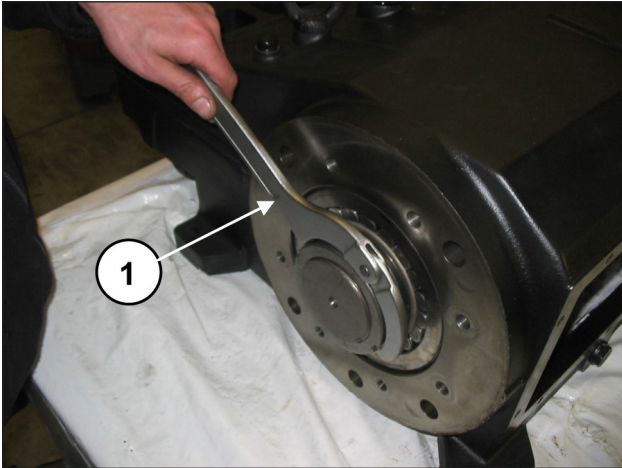
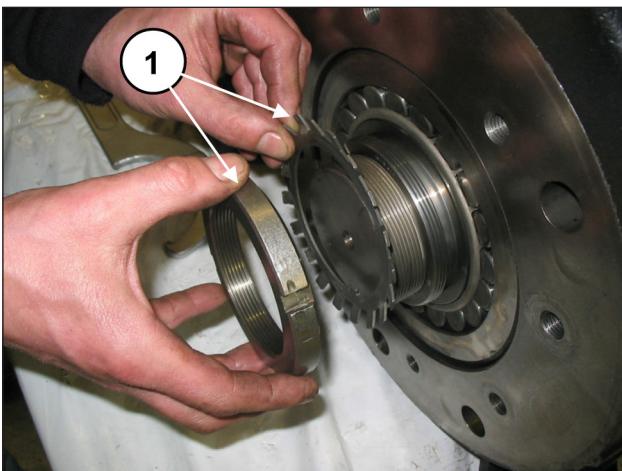

Abb. 17
Abb. 18
Lösen Sie mit einem geeigneten Schlüssel die Nutmutter (Pos. ①, Abb. 17) und entfernen Sie dann Nutmutter sowie Sicherungsscheibe (Pos. ①, Abb. 18).